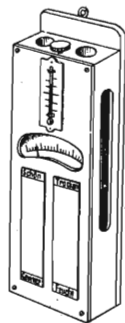

Fig. 348. Sezione laterale dell'igrometro a capello.
Nel centro della parete superiore (3) pratichiamo, a 5 mm dallo spigolo anteriore, un foro di \varnothing 3,5 mm, che filettiamo, con l'aiuto di una vite 4 mm lunga 20 mm e provvista di testa zigrinata, muovendo la medesima per alcune volte dopo averla lubrificata. L'angolo (6), di ottone elastico 0,5-0,6 mm, ha due fori per le viti di fissaggio ed un piccolo taglio laterale (fig. 348) fatto con la sega a traforo. Lo fissiamo a circa 5 mm dalla parete superiore. In basso incolliamo un'assicella (7) (50×50×15 mm) con un foro, fatto per mezzo di uno spillo incandescente, destinato ad accogliere in seguito lo spillo (9) di acciaio, con testa di vetro. Sullo spillo gira un cilindretto di legno (\varnothing 5 mm, lunghezza 7 mm), anch'esso forato longitudinalmente con uno spillo incandescente. Sulla testata del cilindretto incolliamo la lancetta (13) di carta sostenuta. Montiamo ora la lancetta, infilando sullo spillo (9) prima il cilindretto e poi una perlina di vetro e fissandolo infine nel foro di (7) in modo tale che il cilindro possa liberamente girare. L'estremità più corta della lancetta viene appesantita in modo sufficiente perché la lancetta resti ferma in qualsiasi posizione.